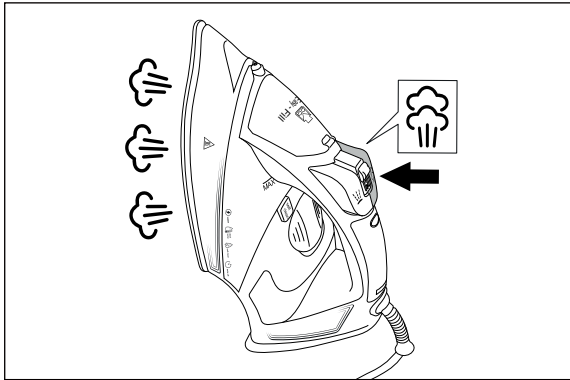

Fig. 7
- 4) Premere brevemente e ripetutamente ad intervalli di circa 5 secondi il tasto per il getto di vapore **4** (vedere fig. 7).